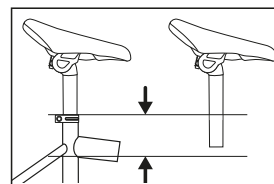

Fig. 3: Altezza della sella / profondità minima di inserimento
- ↳ Prestare attenzione a che l'altezza della sella sia corretta. Durante la regolazione dell'altezza della sella rispettare la profondità minima di inserimento del tubo reggisella (vedere Fig. 3). La profondità minima di inserimento è riconoscibile sulla base di una tacca sul tubo reggisella.